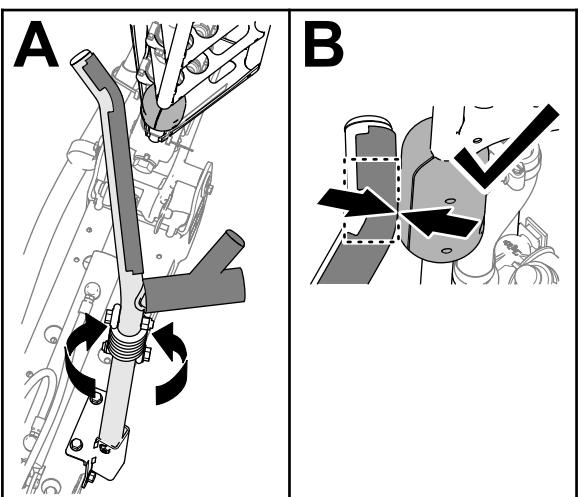

図 117
4. クレードルアセンブリを回転させてクレードルチューブをブームの上部チューブにあるスライドロックに合わせる図 117。
注 ブロックが上側クレードルチューブの曲がり部分に当たっていれば調整は適切です図 117。